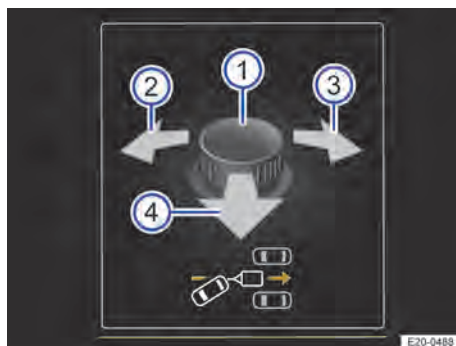

Abb. 137 Im Display des Kombi-Instruments: Winkeleinstellung des Anhängers über den Drehknopf für die Außenspiegel bedienen.
- ① Drehknopf für die Außenspiegelein-stellung.
- ② Ausrichtung des Anhängers nach links.
- ③ Ausrichtung des Anhängers nach rechts.
- ④ Rückwärtsfahren und Anhänger Richtung Zielposition bringen.
- ⑤ Aktuelle Position des Anhängers.
- ⑥ Zielposition des Anhängers.
- ⑦ Nullstellung der Winkelanzeige.
3. Drehknopf in der Fahrertür kippen, bis die gewünschte Richtung erreicht ist → Abb. 137 ①.